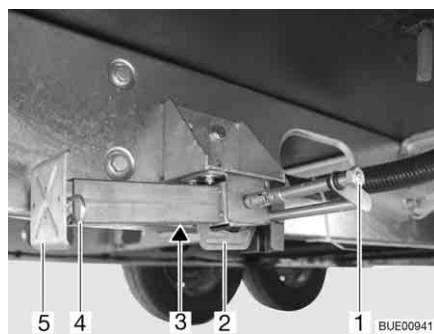

Fig. 47 Apoio de elevação
- Encaixe a chave de caixa na peça sextavada (Fig. 47,1) e gire, até o apoio de elevação ficar verticalmente voltado para baixo.
- Quando o apoio de elevação é de comprimento ajustável, puxe o contrapino (Fig. 47,4) para fora da peça de prolongamento do pé de apoio (Fig. 47,5).
- Encaixe a chave de caixa na peça sextavada (Fig. 47,1) e gire, até o apoio de elevação deixar de estar apoiado no chão.
- Empurre completamente para dentro a peça de prolongamento do pé de apoio (Fig. 47,5) e encaixe o contrapino (Fig. 47,4) no orifício previsto para ele na peça de prolongamento do pé de apoio.
- Gire a peça sextavada (Fig. 47,1) até o apoio de elevação se ter deslocado para cima e o guia (Fig. 47,2) ficar completamente encostado no fim da ranhura (Fig. 47,3).